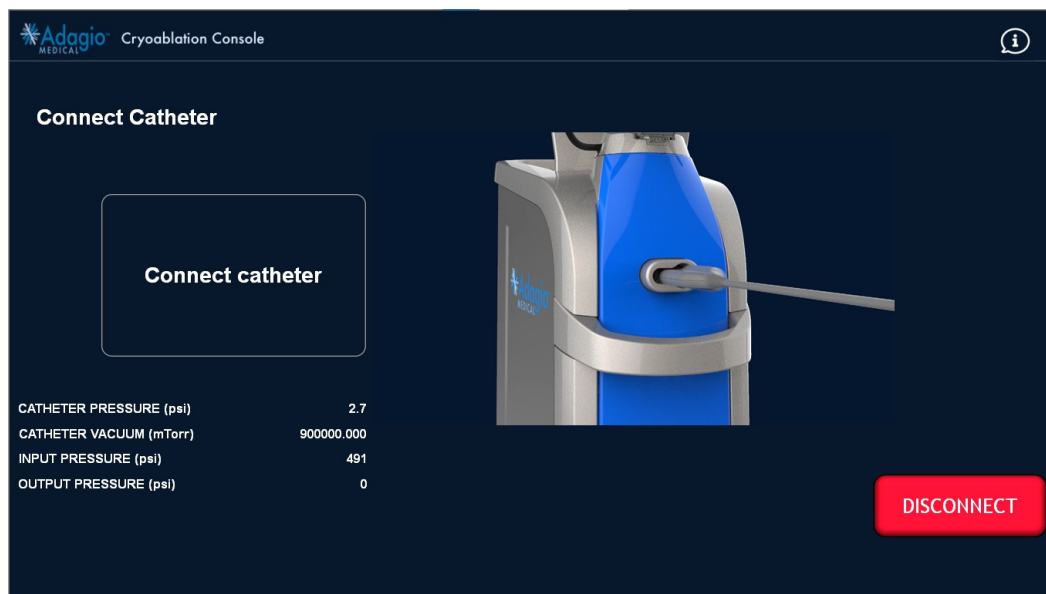

Figure 30 – Écran de branchement du cathéter
7. Brancher le cathéter comme illustré sur l'écran (Figure 30). Si le branchement du cathéter échoue, appuyer sur le bouton « DISCONNECT » (DÉBRANCHER).